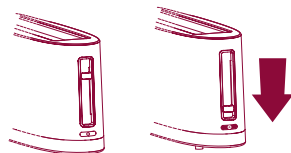

Fig. 5
- 3 Abbassate la leva lift mechanism per accendere l'apparecchio: il tasto CANCEL si illumina (fig. 5). Se la leva non rimane abbassata, controllate che la spina sia inserita nella presa di corrente.